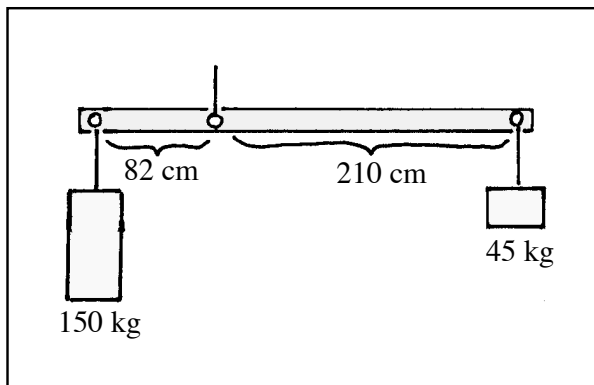

Fig. 7.35. Per l'esercizio 1
1. Calcola i momenti meccanici destrorso e sinistrorso per la sbarra in fig. 7.35. Si trova in equilibrio?